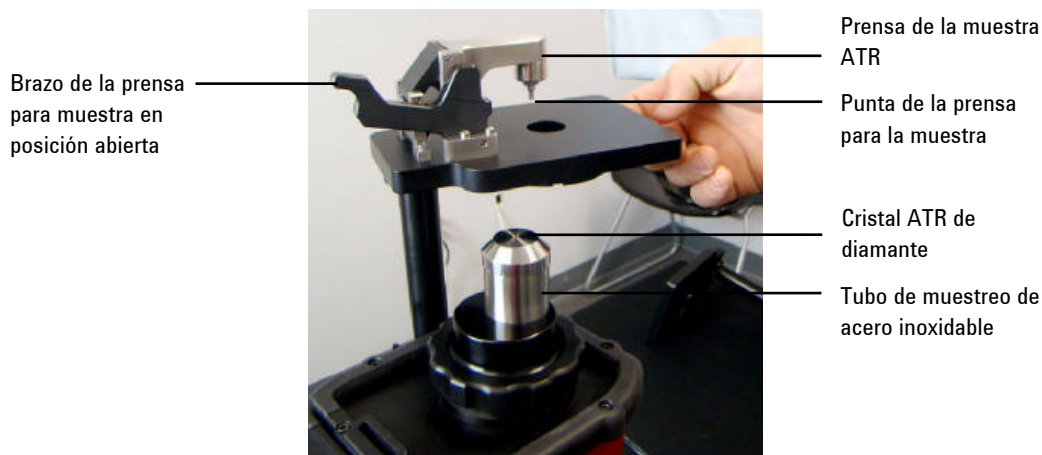

Figura 7. Dispositivo de sujeción ATR
- 3 Abra el brazo del dispositivo de sujeción como se muestra en la Figura 7.